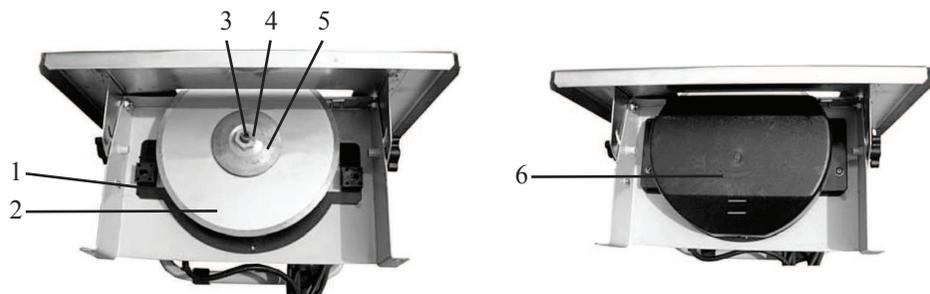

рис. 2
6.2 Установите и закрепите вставку диска 1 (рис. 2)
6.3 Зафиксируйте гаечным ключом шпindel 3 (рис. 2) а вторым ключом открутите гайку 4 (рис. 2) и снимите фланец 5 (рис. 2)
6.4 Установите отрезной диск 2 (рис. 2), затем установите фланец 5 (рис. 2), удерживая ключом шпindel плиткореза 3 (рис. 2) затяните гайку 3 (рис. 2). Проверьте фиксацию.
6.5 После монтажа диска установите и закрепите нижний защитный кожух 6 (рис. 2).
6.9 Между основанием 9 (рис. 3) и защитным кожухом 6 (рис. 2) установите поддон 8 (рис. 3). В поддон 8 (рис. 3) налейте воды для охлаждения отрезного диска. Следите за уровнем воды по фаскам на защитном кожухе 6 (рис. 2).